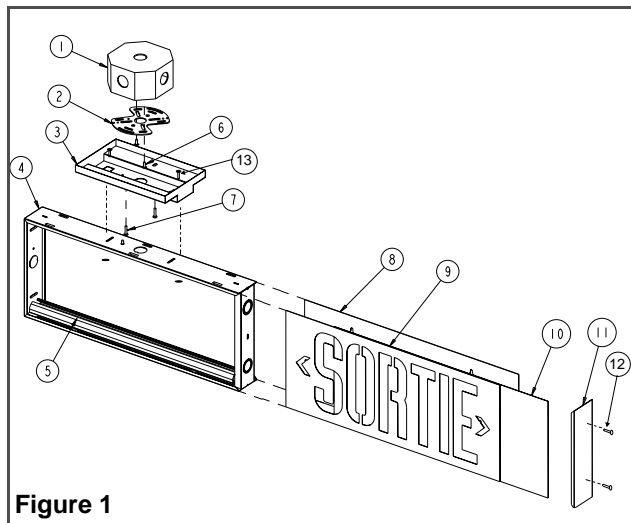

Figure 1
3. Pour ouvrir l'enseigne, glisser la face découpée et le diffuseur de couleur pour les sortir du boîtier (voir fig. 1).